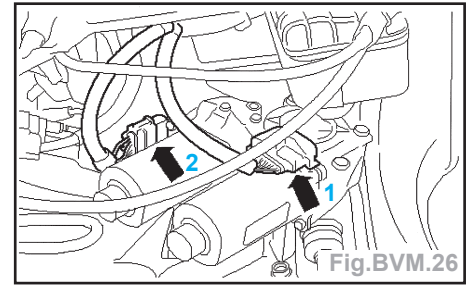
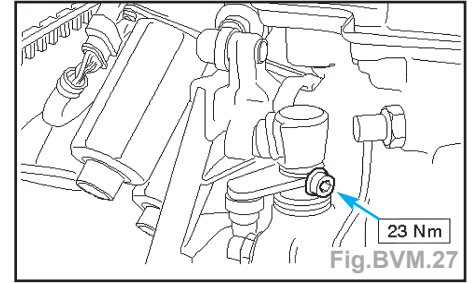

Fig.BVM.26
Fig.BVM.27
- Débrancher le connecteur (1) d'actionneur de passage automatisé des rapports (noir) (Fig.BVM.26).
- Débrancher le connecteur (2) d'actionneur de passage automatisé des rapports (gris).
- Déposer la vis d'axe de commande des rapports (Fig.BVM.27).